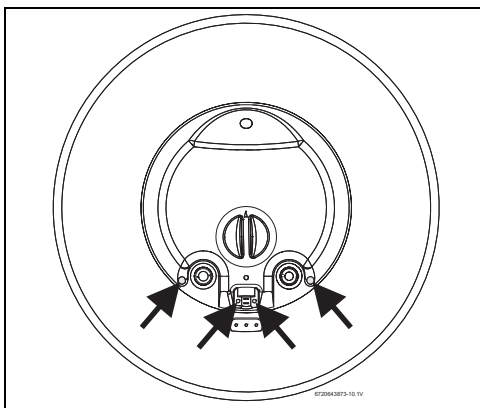

Fig. 13 Posição dos parafusos
- ▶ Retirar a tampa do termoacumulador desapertando os 4 parafusos (Fig. 13).